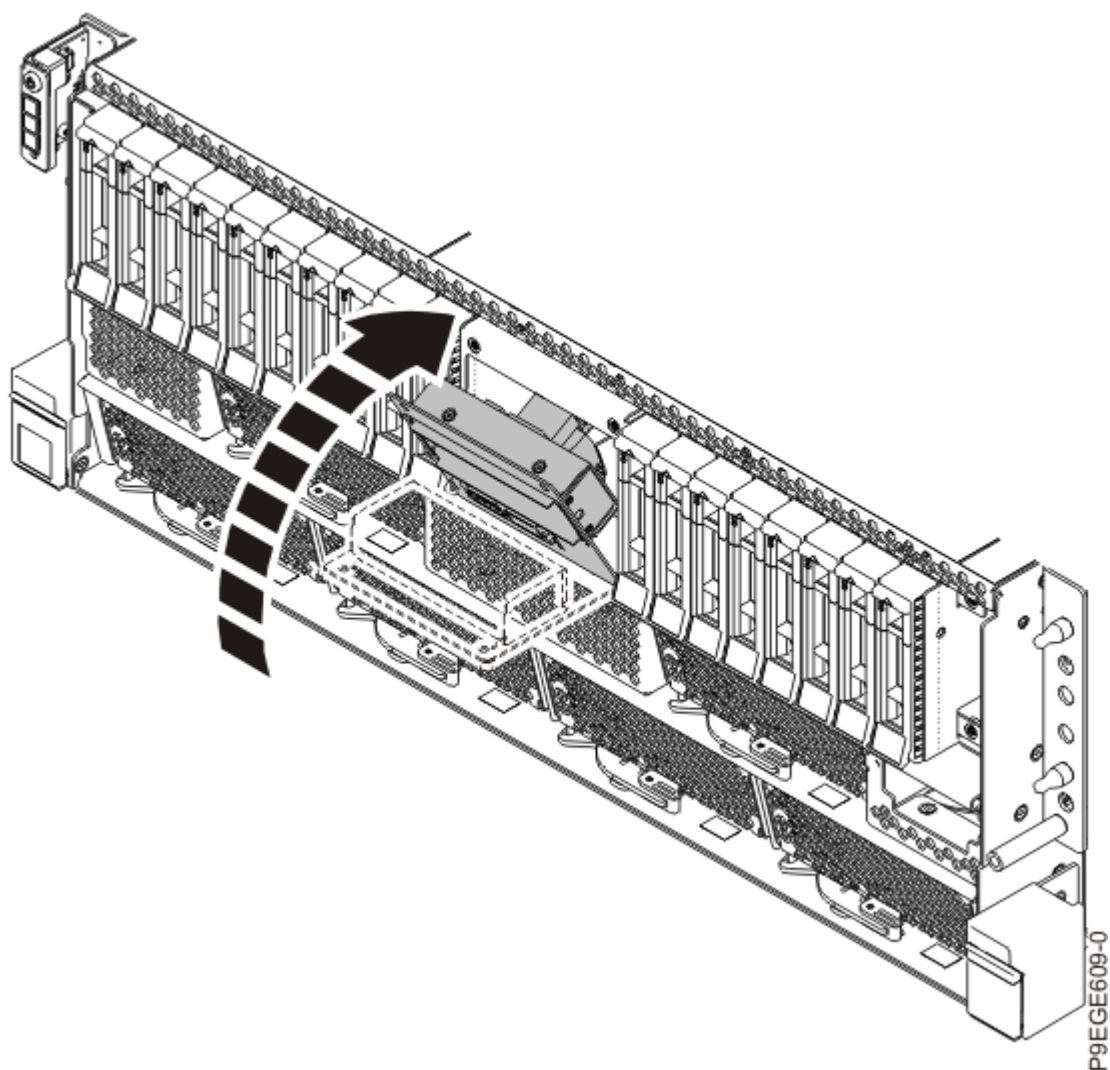

Figura 24. Substitució del receptacle frontal USB al xassís
4. Inseriu el cable frontal USB i el receptacle dins el xassís, tal com es mostra a la Figura 24 a la pàgina 26.